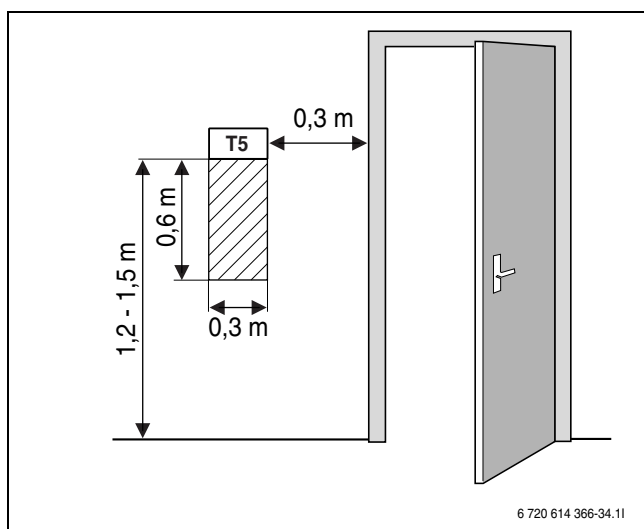

Bild 26 Rekommenderad monteringsplats för rumsgivare T5
- Obehindrad cirkulation av rumsluften under rumsgivaren T5 (streckad yta i bild 26 ska hållas fri).